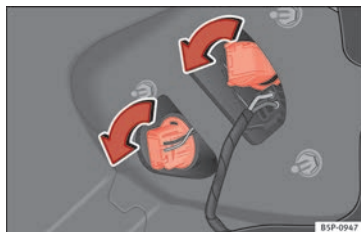

Bild 190 Lampor på fordonets kaross.
- Vrid lamphållaren till vänster » **bild 190**.